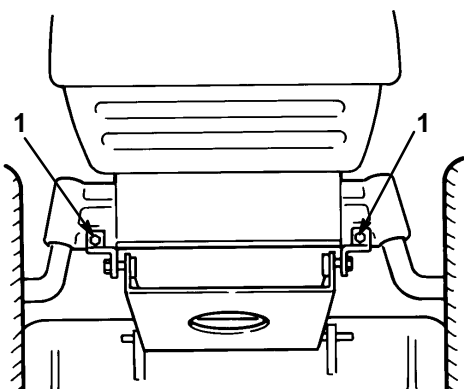

Figure 41
5. Fixer les supports du pivot de la tondeuse à l'essieu avant à l'aide des boulons et écrous (Fig. 41).